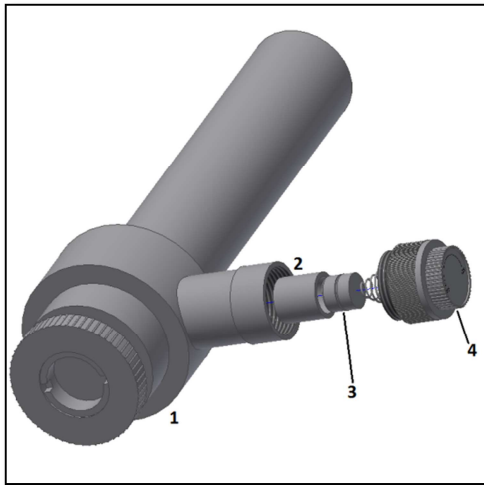

Abb. 1. Hauptteile des Polsuchers.
**2. Vorbereitung.** Lernen Sie die Teile des Polsuchers kennen (Abb. 1):